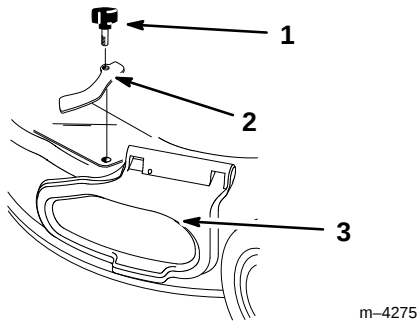

Figure 31
2. Retirer le bouton et la bride de blocage du couvercle d'éjection latérale (Fig. 31).
2. Retirer le bouton et la bride de blocage du couvercle d'éjection latérale, puis replacer le bouton et conserver la bride pour un usage ultérieur (Fig. 31).
3. Soulever le couvercle d'éjection latérale (Fig. 31).